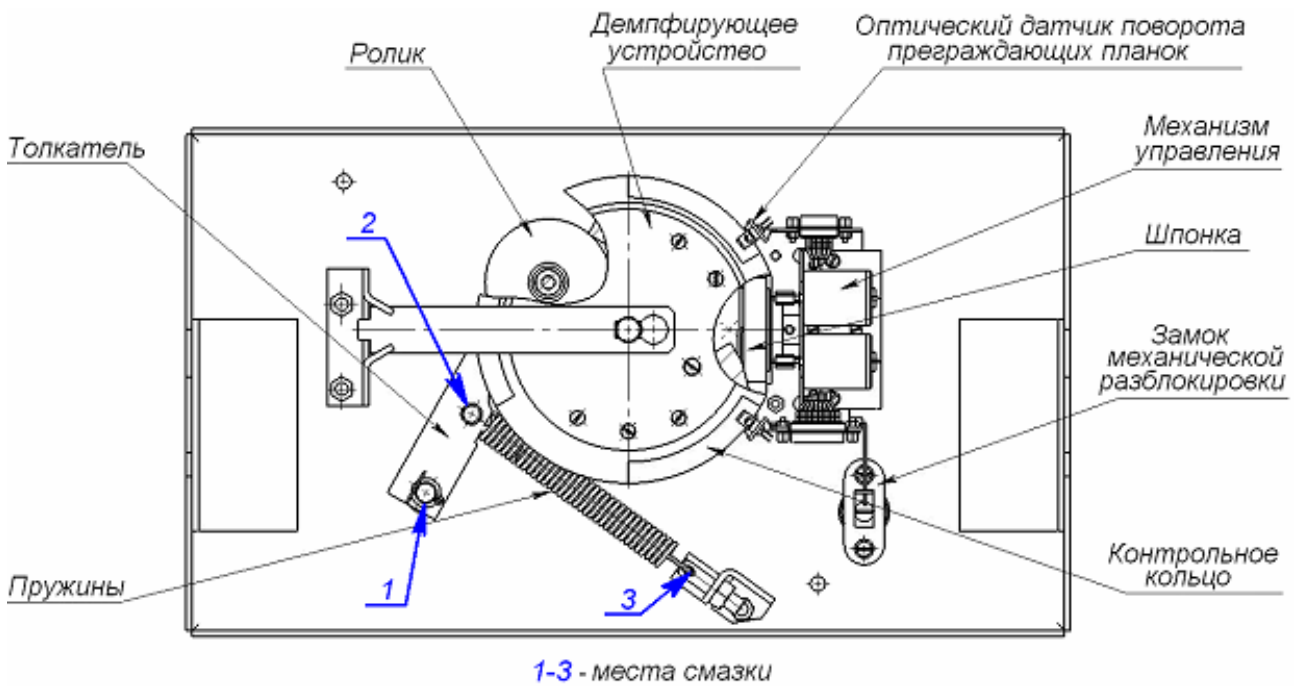

Рисунок 14. Расположение внутренних деталей и узлов стойки ЭП
2. Снимите крышку (3) в порядке, указанном в разд. 6 «*Маркировка и упаковка*».
4. Осмотрите устройство доворота (толкатель, пружины и ролик), оптические датчики поворота преграждающих планок и демпфирующее устройство (см. рис. 14).
6. Выполните смазку узлов трения механизма ЭП смазкой ШРУС-4. Не допускайте попадания смазки на поверхность кольца диска контрольного и на ролик. Смазку производите в следующих точках (места смазки указаны на рис. 14):
- механизмы секретности замка механической разблокировки (7), замка крышки (4) и замков заглушек стойки ЭП (13, 15) со стороны замочной скважины;
8. Проверьте крепление преграждающих планок (5), для этого:
- отверните отверткой винт M4×25 крепления крышки (6) и снимите крышку;
10. Установите на место крышку (3) (см. разд. 6). Установка крышки не требует применения больших физических усилий, замок крышки запирается нажатием на механизм секретности без поворота ключа.